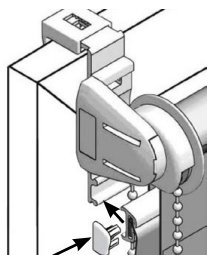

Рис.16
- 5.1. Вставить в дополнительный профиль заглушки с обеих сторон. Установить дополнительный профиль на выступы накладных кронштейнов (Рис.16).